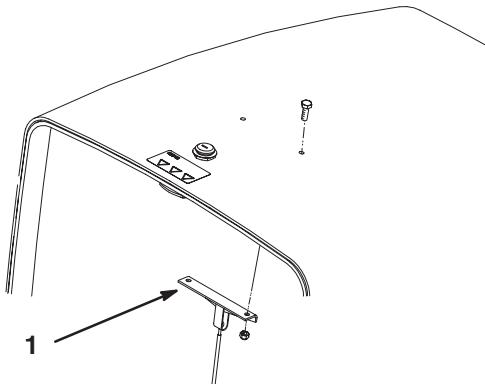

Bild 3
- Nehmen Sie die zwei (2) Schrauben und Muttern ab (werfen Sie sie weg), mit denen die Halterung des Motorhaubenkabels an der Unterseite der Motorhaube befestigt ist (Bild 3).